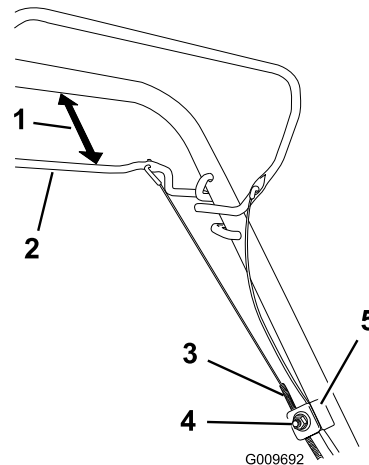

Figura 24
- Afloje la tuerca del soporte del cable (Figura 24).
- Sujete la barra de la transmisión autopropulsada a una distancia de 25 – 38 mm del manillar (Figura 24).
- Tire hacia abajo de la cubierta del cable (hacia la máquina) hasta eliminar la holgura en el cable (Figura 24).